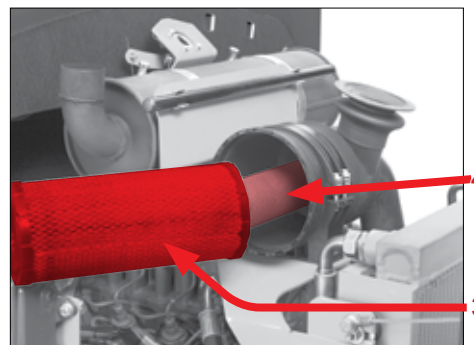

Fig. 91
- Nettoyer ou remplacer l'élément de filtrage principal pos. 3 (Fig. 91) au cours des inspections ou bien si le témoin de contrôle du filtre de retour s'allume sur le tableau de bord pos. 14 (Fig. 14) entre deux intervalles d'inspection !
2. Retirer le filtre principal pos. 3 (Fig. 91). Le filtre de sécurité n'est pas démonté.
3. Retirer le filtre principal pos. 3 (Fig. 91).
4. Retirer le filtre de sécurité pos. 4 (Fig. 91).